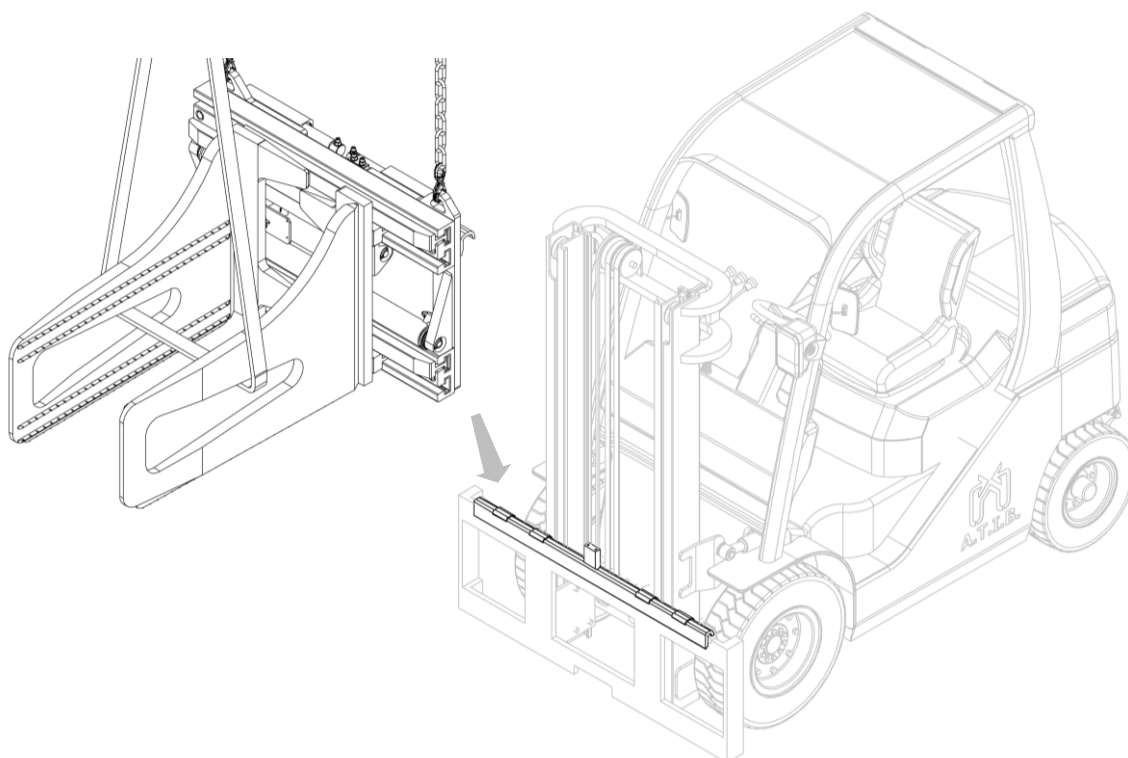

Figura 7
7. Agganciare quindi l'attrezzatura con un carroponete o un paranco di portata sufficiente posizionarla sul doppio gancio, avendo cura di posizionarla in modo corretto (vedi *Figura 7*).